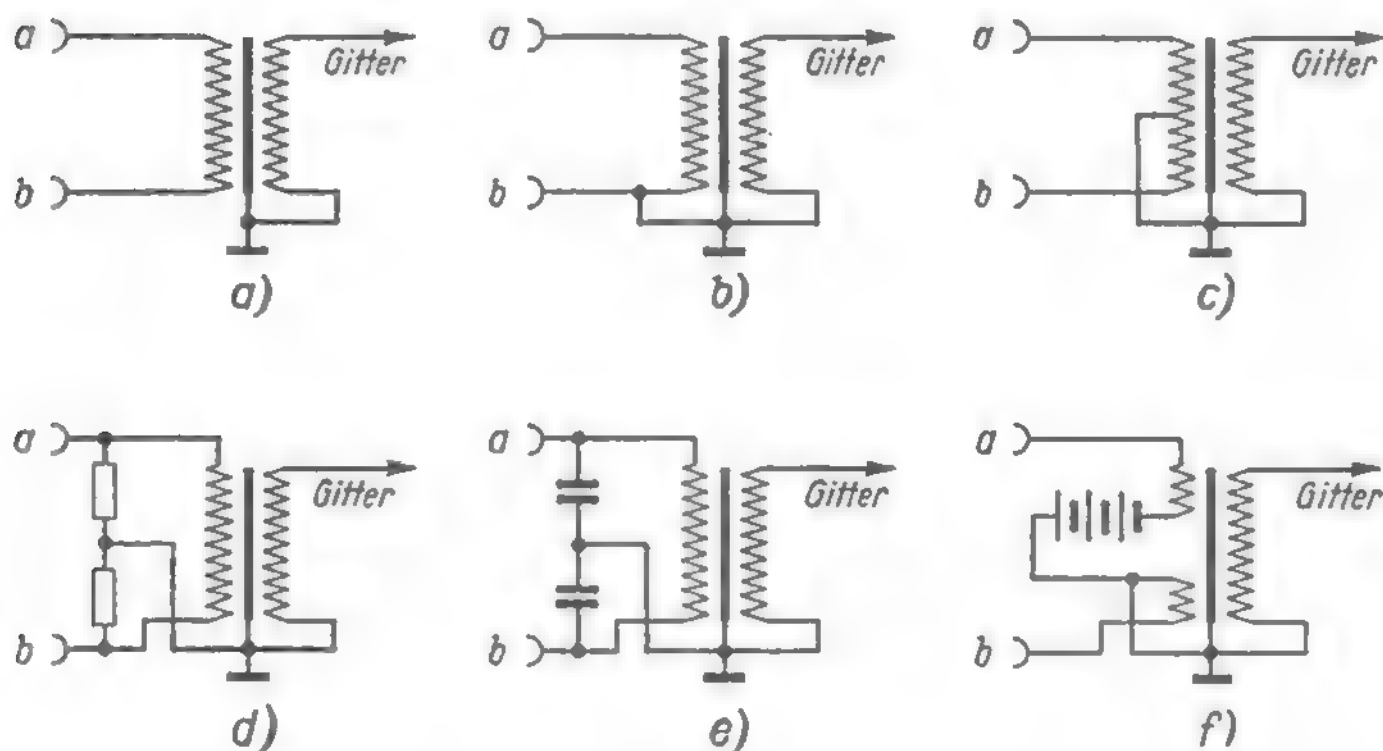

Bild 71. Verschiedene Anschlußmöglichkeiten für Mikrofon-Übertrager
**Mikrofonübertrager** sind Eingangsübertrager, sie werden nach Bild 71 zugeschaltet. In der Ausführung a muß die angeschlossene Mikrofonleitung gut abgeschirmt sein, da sie be-